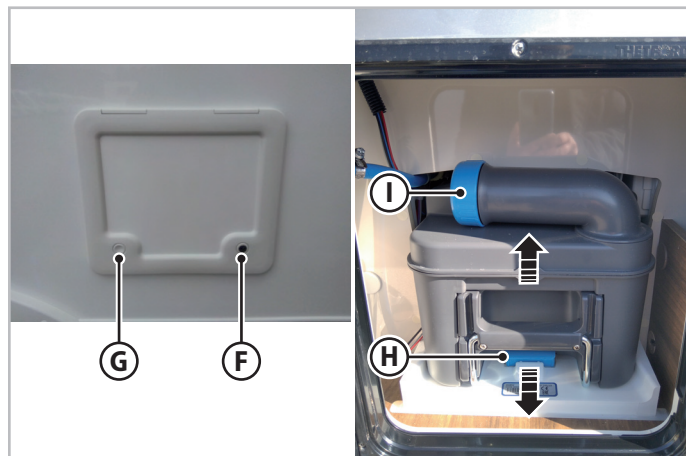

Fig.6.38 - Tømning af toiletboksen
2. Åbn låsen med nøglen (**F** - Fig.6.38) og fjern derefter nøglen.
3. Tryk på knapperne **G** og **F** (Fig.6.38) , åbn lågen.
4. Udøv et let tryk på håndtaget (**H** - Fig.6.38) i opadgående retning og træk boksen ud.
5. Tag dækslet (**I** - Fig.6.38) af, og tryk på udluftningsknappen for at tømme boksen.